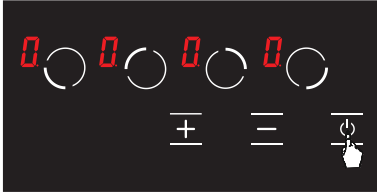

Abbildung 5
1. durch Berühren der Taste kann der Herd eingeschaltet werden. (siehe Abb. 5)